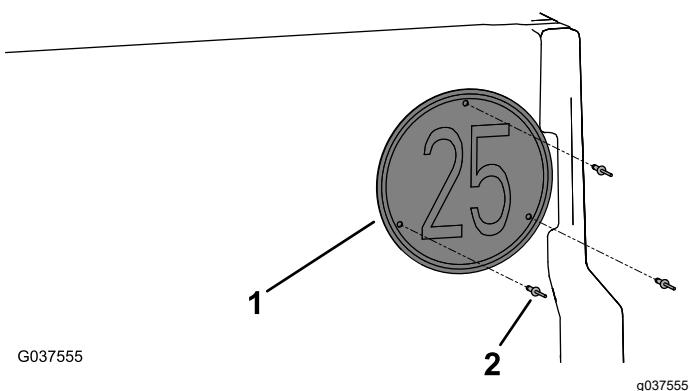

图 14
4. 如图 14 所示用 3 个弹伸铆钉3/16 x 15/16 英寸将速度面板安装到尾门上。